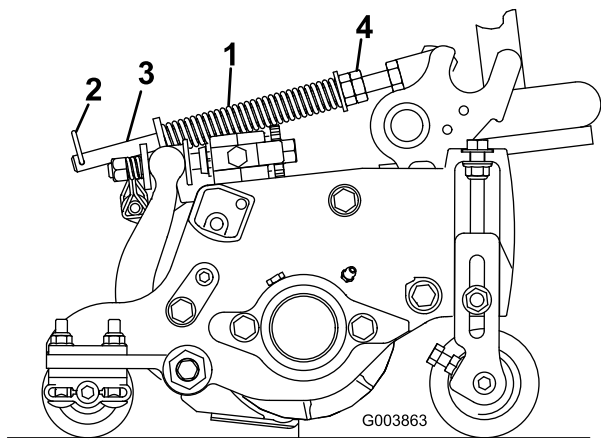

図 17
- 3 ターフ補正スプリング(図 17)は、前ローラから後ローラへと、カッティングユニットの体重移動を行います。これによりユニットを安定させ、いわゆる「波打ったような」仕上がりボビングとかマーセリングといわれる現象を防いでいます。
1. ヘアピンコッターがスプリングロッドの後の穴に差し込まれていることを必ず確認しおいてください(図 17)。
2. スプリングロッド前部の六角ナットを締め、スプリング圧縮状態の長さが以下の通りになるようにする5インチカuttingユニットでは 12.7cm 7インチカuttingユニットでは 15.9cm 図 17。